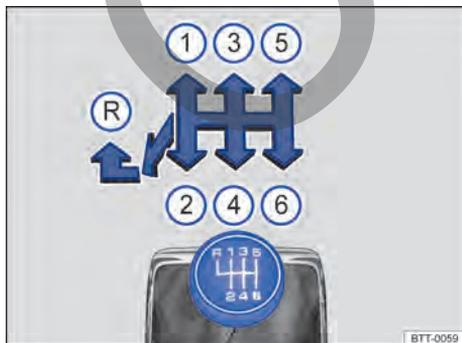

Fig. 93 Esquema de las marchas de un cambio manual de 6 marchas.
En la palanca de cambios está representada la posición de cada una de las marchas → Fig. 93.
- Mueva la palanca de cambios completamente hacia la izquierda y después hacia delante para situarla en la posición de la marcha atrás → Fig. 93 (R).